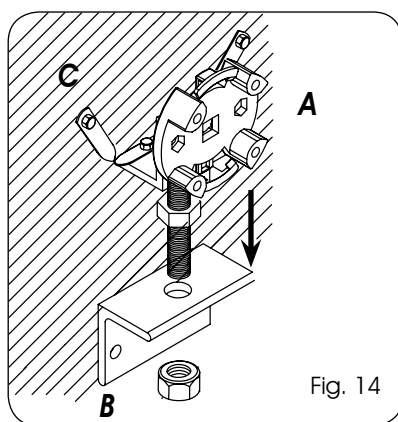

Fig. 14
2. Fissare il supporto motore regolabile (Fig.14 Rif.A) al foro della squadra (Rif. B), come in figura 14